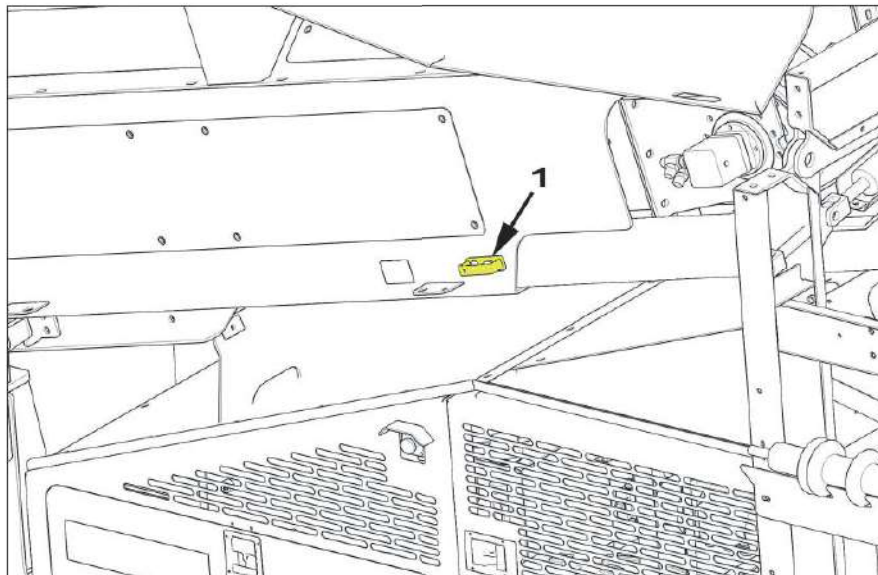

Figure 5.3 - Transportpositie toevoerband
3. Steek de positioneringspen weer in wanneer de band volledig naar achteren gebracht is, zie (1) op afb. 5.3.